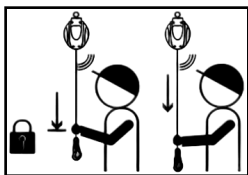

Fig. 1
- Suspense los dispositivos anticaídas retráctil verticalmente, tire de la cinta despacio. Inspeccione la cinta para ver que no hayan desperfectos (debe sacar toda la cinta fuera del retráctil para poder realizar dicha inspección). (ver Fig.1)